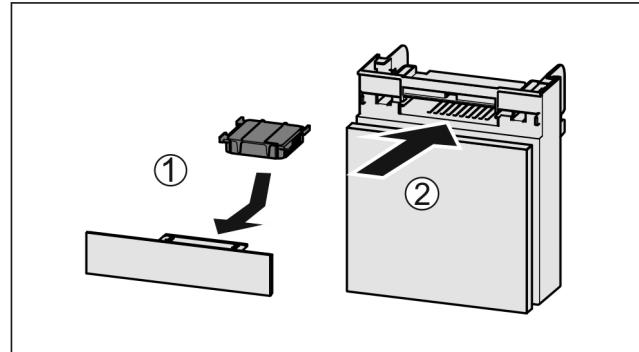

Fig. 173
- Установите фильтр с активированным углем, как показано на рисунке Fig. 173 (1).
- Вставьте отделение Fig. 173 (2).